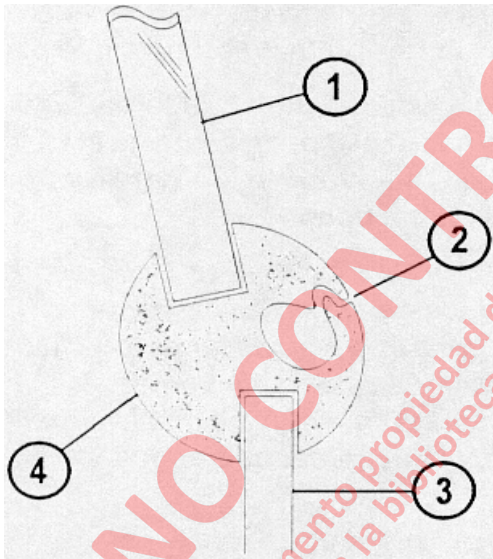

FIGURA 2-18
2. Comenzando por el centro inferior del vidrio, saque el borde del burlete del vidrio (2, Figura 2-18). Use un lubricante no aceitoso para goma y un destornillador para soltar el reborde de fijación.
- a. Instale el burlete alrededor de la abertura de la cabina para el vidrio. Comience en el centro inferior de la abertura de la cabina y apriete el burlete contra el borde de la abertura (3 y 4, Figura 2-18).
- a. Baje el vidrio hacia la ranura a lo largo de la parte inferior de la abertura (1 y 4, Figura 2-18).
3. Una vez que el vidrio esté en su lugar, vaya alrededor del burlete y empuje sobre el reborde de fijación, para asegurar el vidrio en el burlete (2, Figura 2-18).